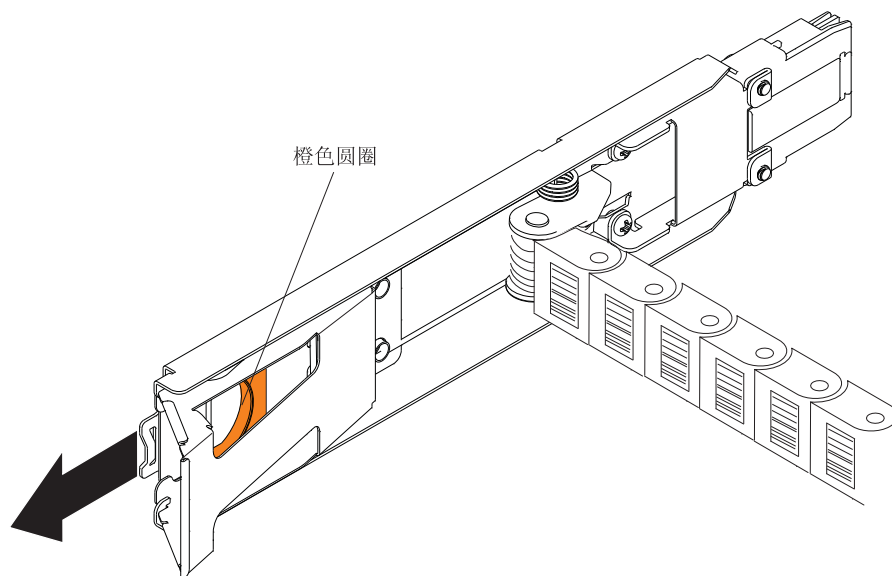

图 96. 连接到中面板的垂直安装支架
- a. 从中面板断开右侧电缆链安装支架的连接。握住橙色手柄 (请参阅图 96), 将安装支架从存储扩展机柜中拉出。如果需要, 可使用手电筒找到橙色圆圈。